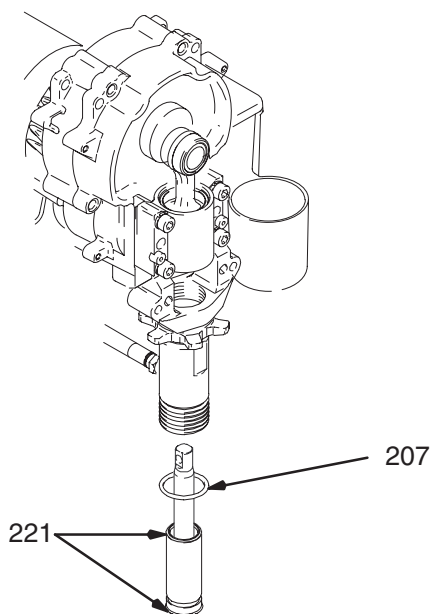

Fig. 19
Fig. 19. Graisser le joint torique (221) et le mettre en place sur la chemise. Faire coulisser l'ensemble chemise/tige de piston dans le bas du cylindre. Remplacer le joint torique (207) si on le désire.